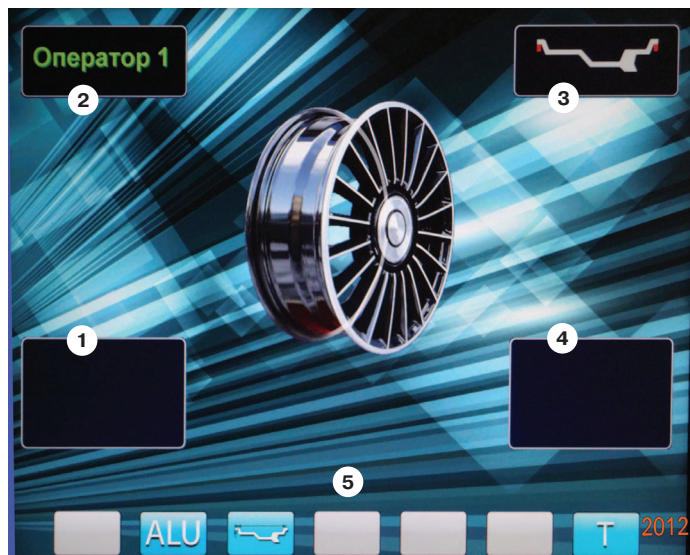

рис.8.2.
8.3. После включения питания СБ на экране монитора отображается фирменная заставка, которая через несколько секунд сменяется отображением экрана основного рабочего режима (рис. 8.2).
11.4.2. Для выбора схем расположения грузов в программах ALU1-ALU5 необходимо, находясь в режиме основного рабочего экрана нажать кнопку "ALU", при этом открывается окно схем установки грузов, отмеченных номерами рис11.3. Если после введения размеров колеса установился экран ввода геометрических параметров, необходимо перейти в экран основного рабочего режима нажатием кнопки "Стоп". Для выбора нужной схемы нажмите кнопку верхнего ряда клавиатуры с соответствующим номером. Выбранная схема установки грузов отображается в окне 3 экрана основного рабочего режима (рис. 8.2).